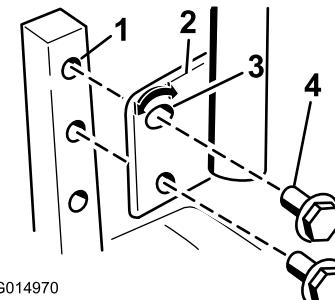

Bild 26
- Entfernen Sie die beiden Schrauben, mit denen der Schalthebel am Schalthebelarm befestigt ist (Bild 26).
- Setzen Sie den Schalthebel in die nächste Lochposition. Befestigen Sie den Hebel mit den zwei Schrauben (Bild 26).
2. Lösen Sie die untere Schraube genug, um den Schalthebel nach vorne oder hinten zu drehen (Bild 26). Ziehen Sie beide Schrauben fest, um den Schalthebel in der neuen Stellung zu arretieren.